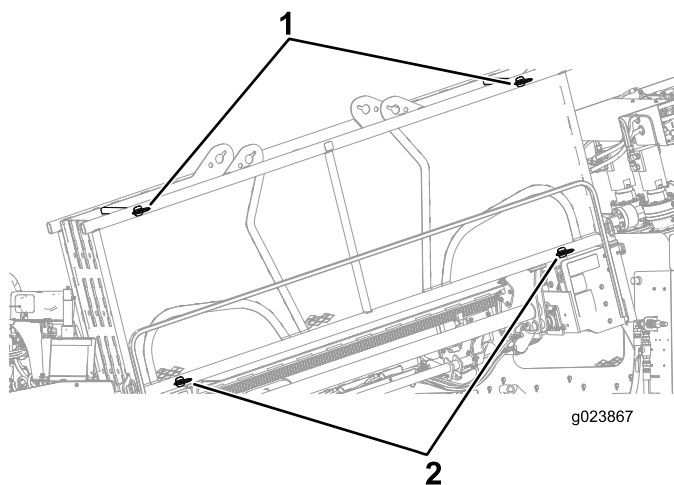

Рисунок 91
1. Убедитесь, что два верхних штифта и два нижних штифта установлены для фиксации трубы в держателе (Рисунок 91).